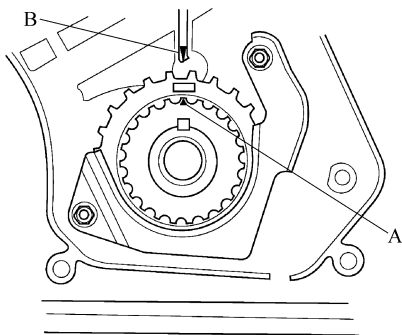

图 2-1 TDC 标记对准机油泵指针
2) 通过将正时带驱动轮齿上的 TDC 标记 (A) 对准机油泵上的指针 (B), 将正时带驱动轮设定到上止点 (TDC), 见图 2-1。